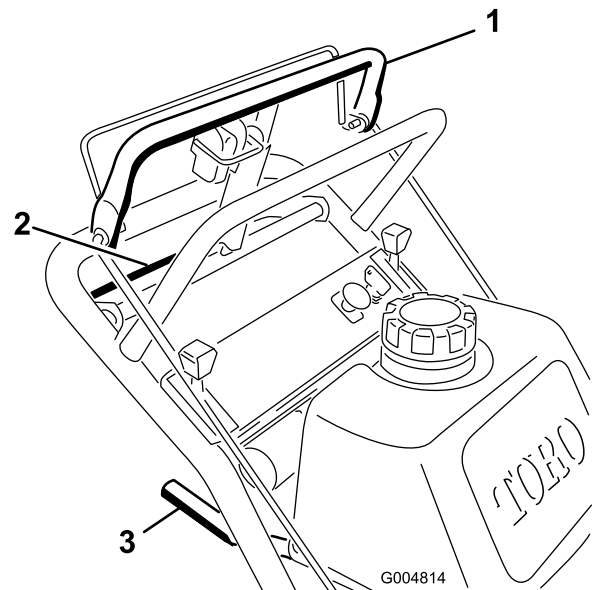

Figura 9
1. Para ir hacia adelante, mueva la palanca de cambio a una marcha hacia adelante (Figura 9).
3. Presione lentamente la barra de control superior para ir hacia adelante (Figura 9).
Para ir en línea recta, aplique la misma presión a ambos extremos de la barra de control superior (Figura 9).
Para girar, libere la barra de control superior en el sentido en que desea girar (Figura 9).
3. Apriete lentamente la barra de control inferior y el manillar para ir hacia atrás (Figura 9).
7. Al mismo tiempo, engrane la barra de control inferior y levante el manillar para pasar el bordillo (Figura 9 y Figura 10).
4. Al mismo tiempo, engrane la barra de control inferior y levante el manillar (Figura 9 y Figura 10).